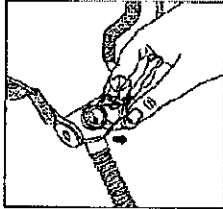

Figura 9
- 8- Retire el almohadillado (figura 9).